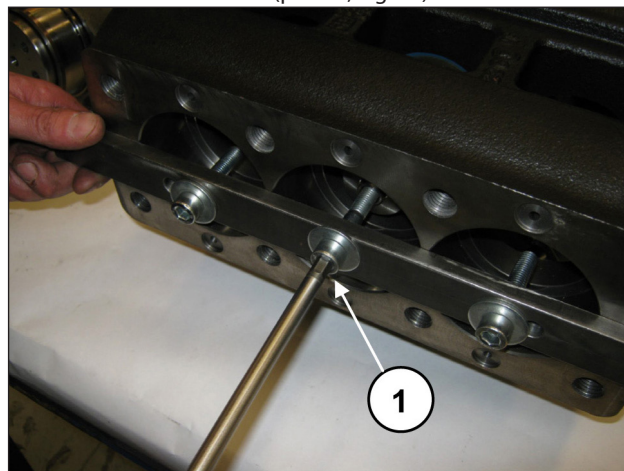
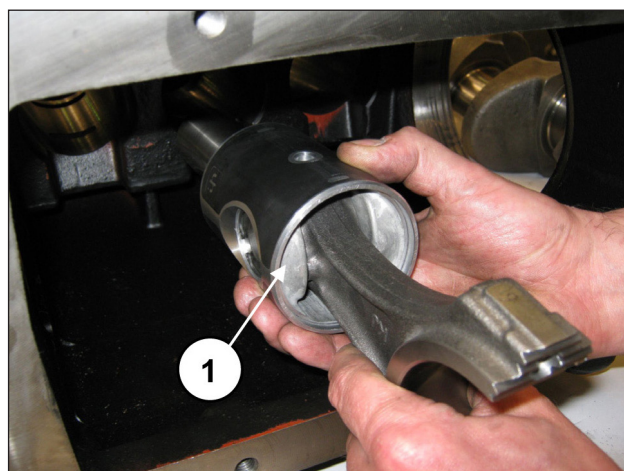

Fig. 32
Fig. 33
Comece a desapertar os parafusos do equipamento cód. 27566200 para desbloquear as bielas (pos. ①, Fig. 32) e, em seguida, extraia os conjuntos de biela-guia do pistão da abertura traseira do cárter (pos. ①, Fig. 33).
Depois de ter verificado a limpeza correta do cárter, insira o conjunto da semi-biela de guia do pistão no interior dos canos do cárter (pos. ①, Fig. 33).
Bloqueie os três grupos usando a ferramenta própria cód. 27566200 (pos. ①, Fig. 32).
Remova a ferramenta para o bloqueio das bielas, cód. 27566200 (pos. ①, Fig. 32).